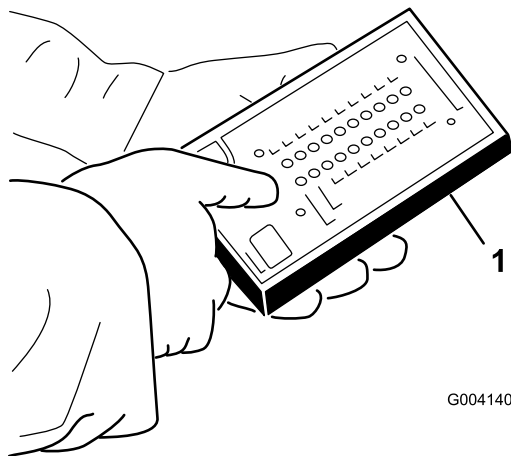

図 19
4. 故障診断 ACE ディスプレイを打ちのコネクタを診断用コネクタに接続する 図 19。